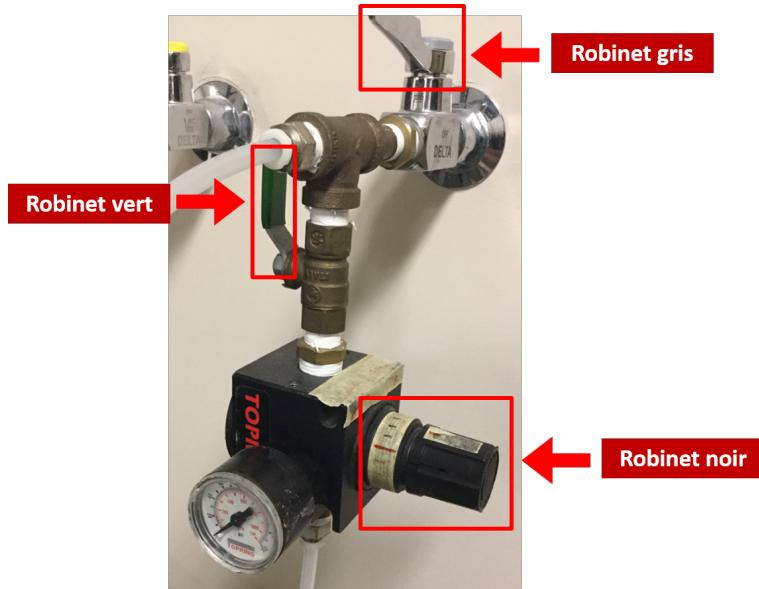

Figure 6 – Alimentation d'azote
- Vérifier que le *robinet gris* et le *robinet vert* sont positionnés comme sur la figure 6.